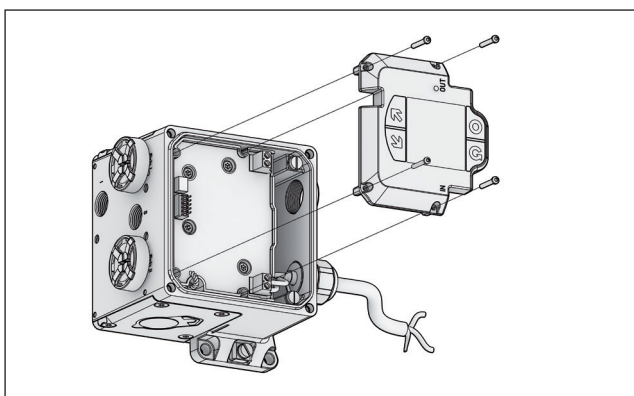
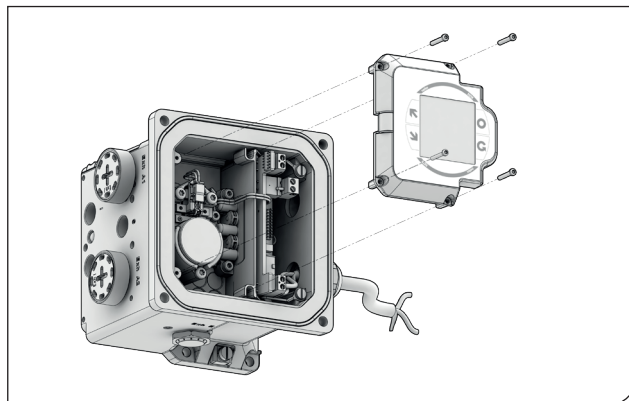

Fig. 108. NDX1510_
Fig. 109. NDX_511_ e NDX_512_
- Solte os parafusos do visor e remova o visor. (Fig. 108, Fig. 109)